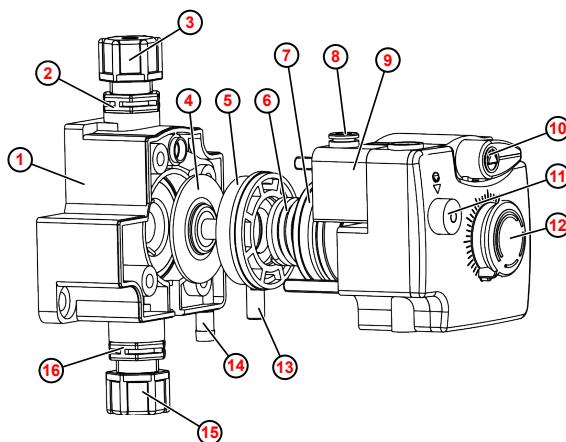

Fig. 3 : Version sans électrovalve intégrée
- 1.** Ficher la conduite de purge NW 6 **②** sur le raccord pour flexible **①** du trop-plein de purge (Fig. 3 , **14**) et, le cas échéant, la fixer avec un collier de serrage.